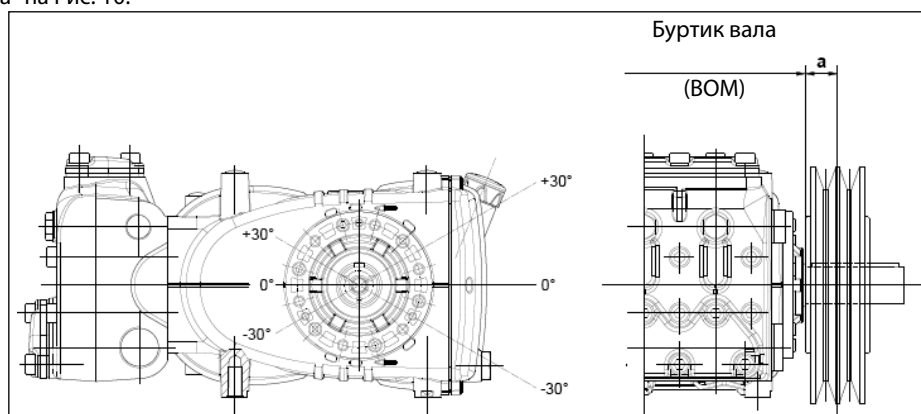

Рис. 10
Передача считается подходящей в том случае, если данная нагрузка прилагается на максимальном расстоянии **a=50 мм** от буртика вала (BOM), как указано на Рис. 10.
- б) Пользуйтесь ремнями с высоким КПД, например, **XPB** вместо **SPB**, поскольку в этом случае потребуется меньшее количество ремней при одинаковой передаваемой мощности, что в свою очередь сократит расстояние между результирующей силой и буртиком вала (BOM) "а" на Рис. 10.
- д) Натягивайте ремень в направлении, указанном на Рис. 10, в случае особых потребностей обратитесь в **технический отдел** или **службу технической поддержки**.